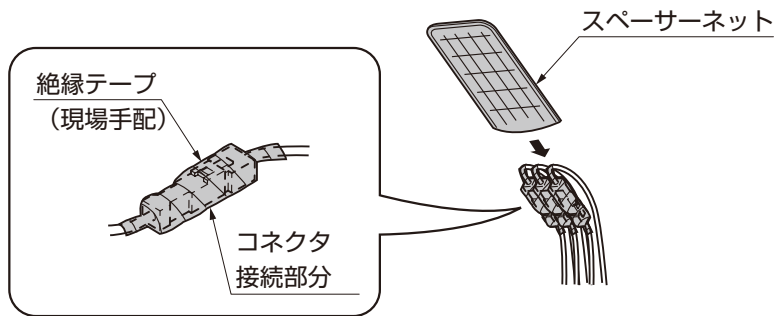

図4-1 3分岐の場合
- ①ケーブルの表面をサンドペーパーで削りコネクタ接続部分に絶縁テープ(現場手配)を2回以上巻いてください。(図4-1参照)
- ②全てのコネクタ接続部分をスペーサーネットに入れてください。(図4-1参照)